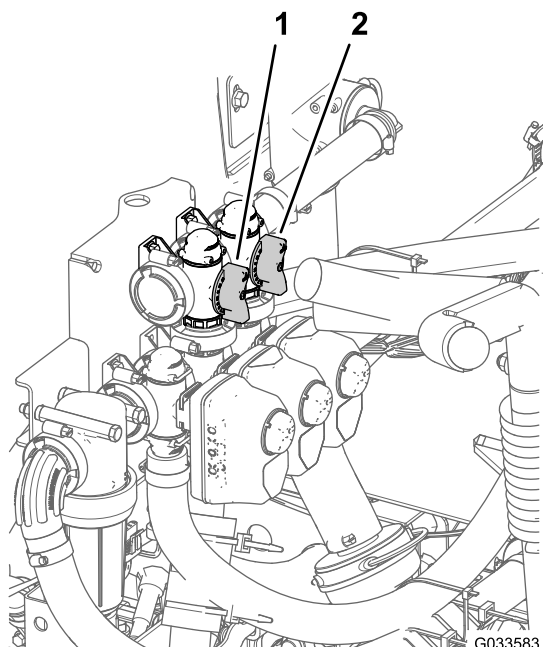

Bild 72
11. Stellen Sie das Rührwerksicherheitsventil (**Bild 72**) hinten am Rührwerkventil so lange ein, bis das Druckmanometer 6,9 bar anzeigt.
8. Stellen Sie den Griff am Sicherheitsventil des Hauptabschnitts ein, um die Rührwerkstärke im Behälter zu steuern (Bild 72).